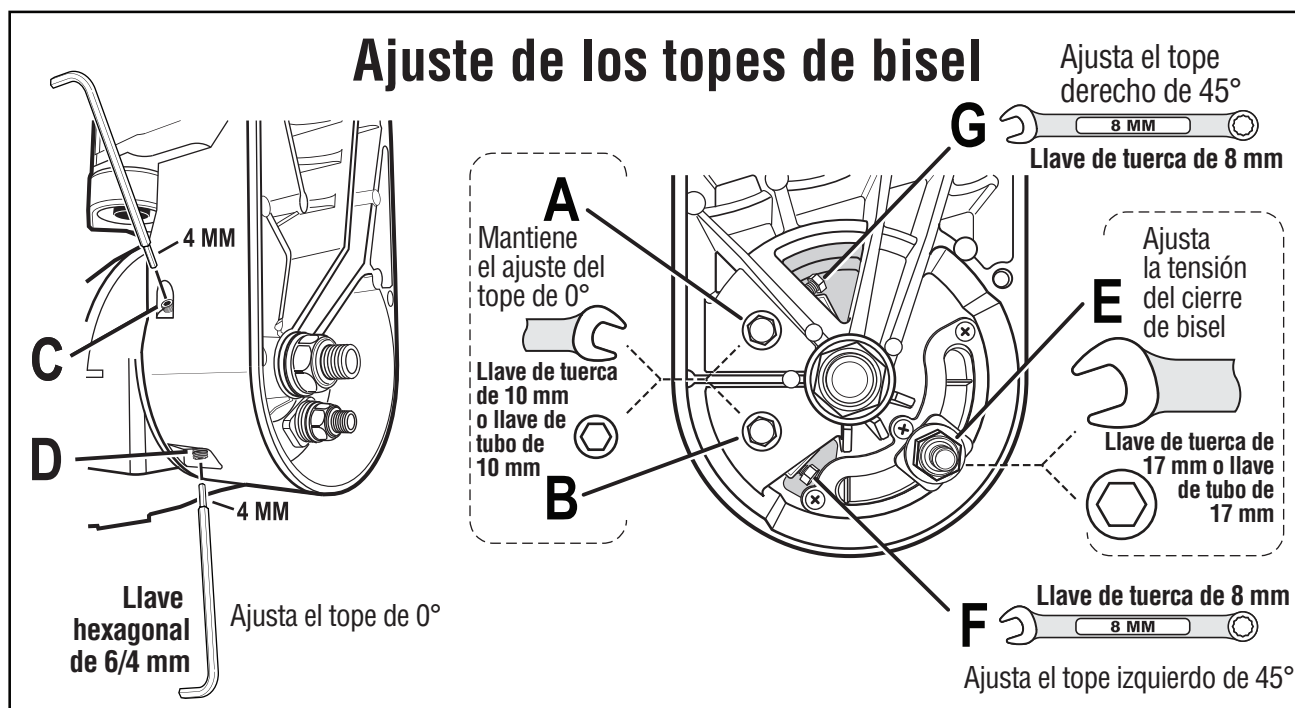

Figura 25
4. Coloque una llave de tuerca de boca abierta de 8 mm en la cabeza del perno "F" (vea la figura 25).